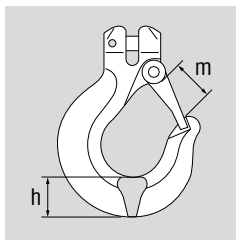
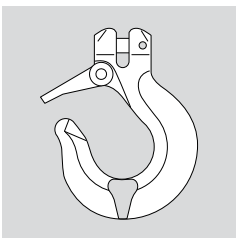

Abb. 13.4: Aufweitung am Haken/ Verschleiß im Hakengrund
Abb. 13.5: Aufweitung am Haken/ Ausklinkung der Hakensicherung
- Anzeichen einer Aufweitung an Haken, d. h. z. B. merkliche Vergrößerung der Maulöffnung. Die Vergrößerung der Maulöffnung soll 10% des Nennwertes (Katalogmaß „m“ Abb. 13.4) nicht übersteigen oder so sein, dass die Hakensicherung sich nicht ausklinkt (Abb. 13.5)
- Verschleiß (Dickendehnung) im Hakengrund $\geq 5\%$ (Katalogmaß „h“ Abb. 13.4)